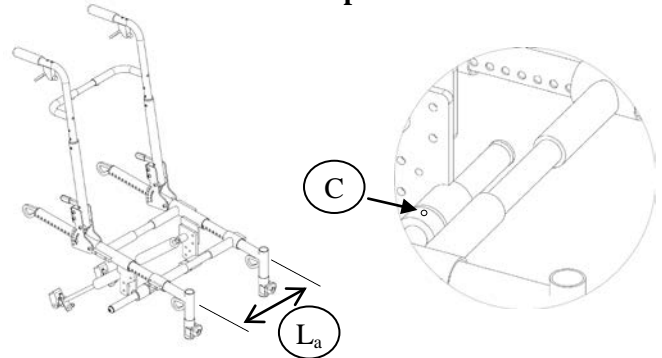

Figure 4 - Modification de la largeur d'assise
2. Desserrer la vis du collet **C** avec une « clé hexagonale 4 mm » jusqu'à ce que celui-ci soit libre de glisser sur son axe (figure 4). Répéter l'opération pour chaque côté;